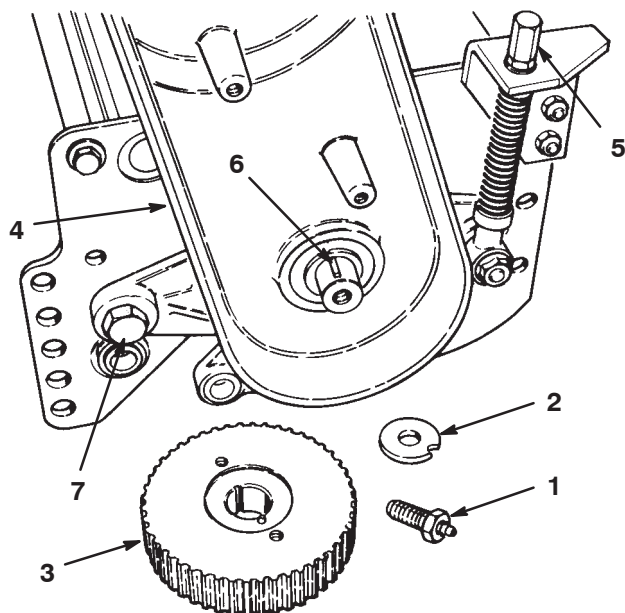

**Figure 30**
4. Retirez l'écrou conique du boulon à épaulement qui fixe le logement de roulement à la plaque latérale. Retirez la rondelle Belleville et le boulon, et dégagez le logement de roulement de l'arbre du cylindre (Fig. 30).
5. Déposez le couvercle du carter d'entraînement et déposez la courroie d'entraînement du carter (Fig. 30).